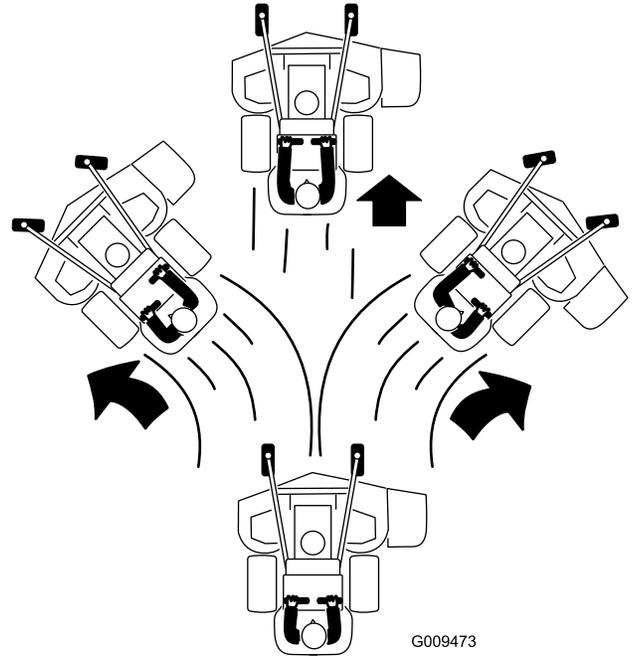

図 22
4. 走行コントロールレバーをゆっくりと前に倒す 図 22。